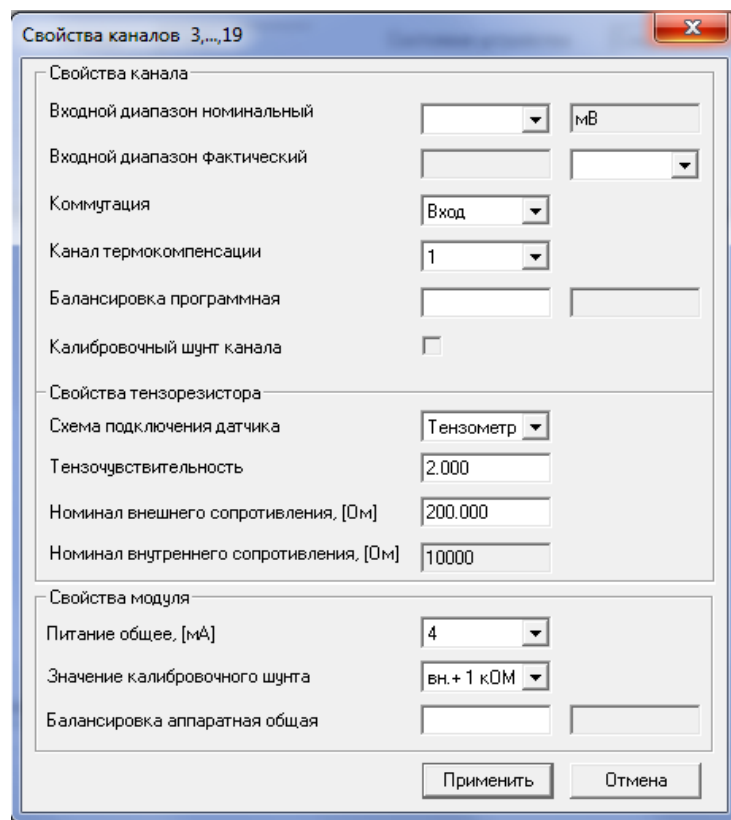

Рисунок 25 - Окно «Свойства каналов»
**Примечание:** А и Б в названии окна «Свойства каналов А ... Б» (См. рисунок 25) указывают на первый и последний номер из произвольной выборки каналов, подлежащих нумерации. Полный перечень перестраиваемых каналов при этом не отображается. Результат настройки можно видеть в окне рисунка 24 после нажатия кнопки «Применить».
В окне «Свойства каналов А ... Б» (См. рисунок 25), могут быть выполнены следующие настройки: